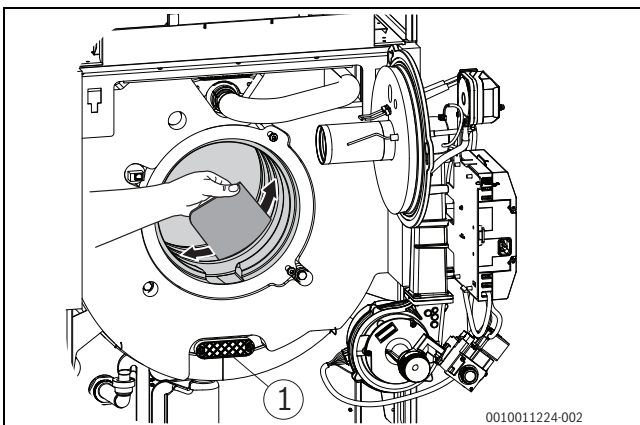
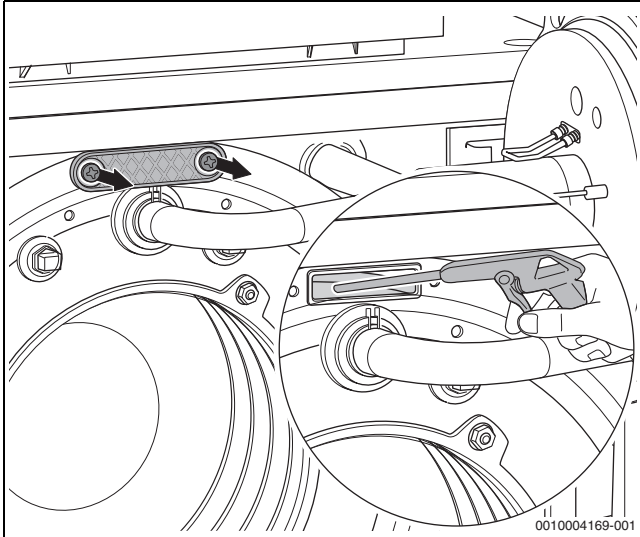

Bild 55 Heizgasspalte mit Reinigungsspachtel reinigen
Bild 56 Wärmetauscher mit Sprühlanze reinigen
- Reinigungsdeckel (→Bild 55, Seite 35, [1] und Bild 56) abnehmen.
- Lose Partikel mit Wasser (z. B. Sprühlanze) aus Feuerraum und Abgasmantel spülen (→Bild 56).
- Heizgasspalte mit Reinigungsspachtel reinigen (→Bild 55, Seite 35).